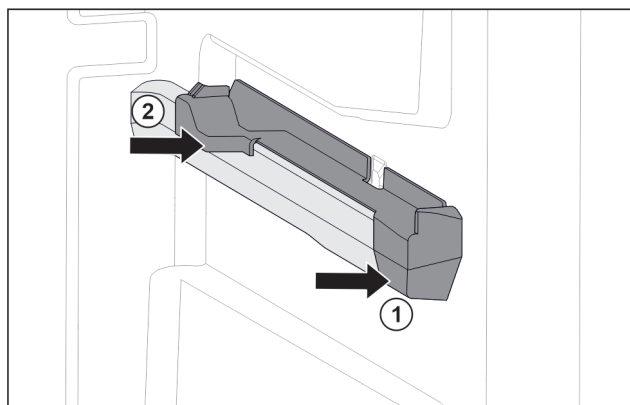

Fig. 142 Nasazovací díl na pravém žebrování na nádoby
- Nasad'te nasazovací díl na žebrování na nádoby. Fig. 142 (1)
- Přitlačte nasazovací díl k zadní části. Fig. 142 (2)